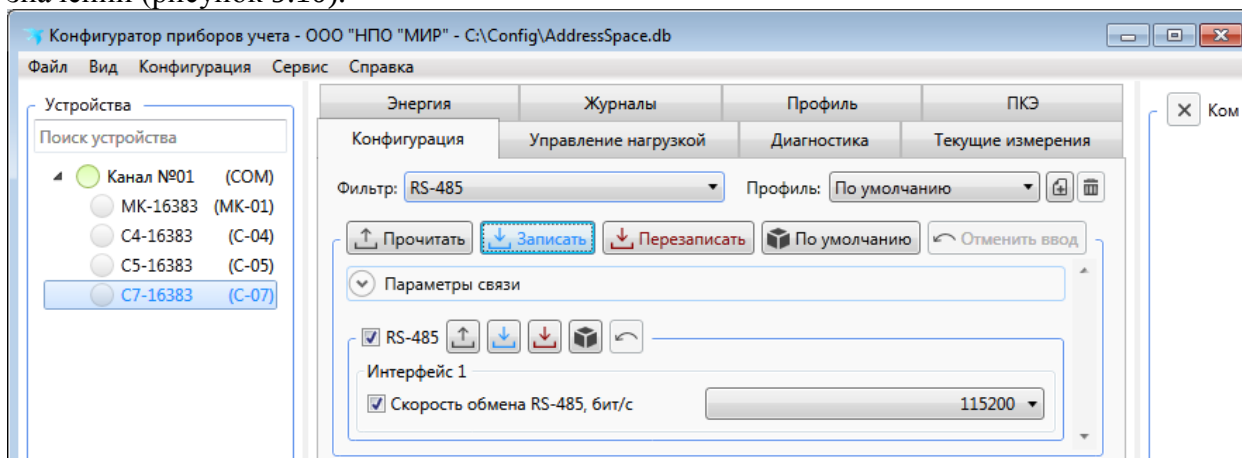

Рисунок 9.10
9.5.9.2 В поле *Скорость* выбрать значение скорости передачи данных (например, 115200 бит/с) и нажать кнопку группы параметров RS-485 для сохранения измененных значений (рисунок 9.10).